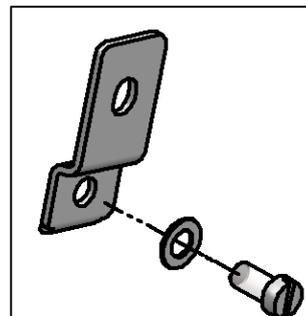

Fig. 5-2 - Kit di fissaggio a parete
- Appendere l'elettrostorditore utilizzando il kit di fissaggio a parete* di FREUND (Fig. 5-2) ad un'altezza di almeno 1,6 m.